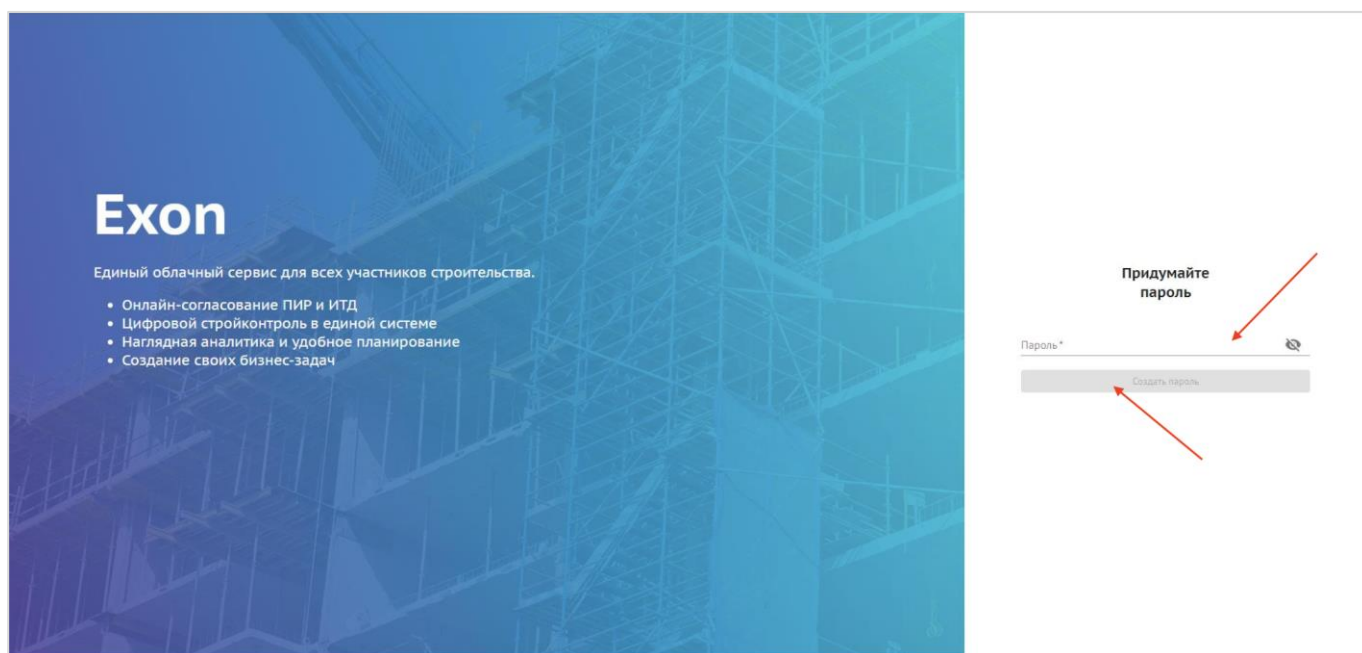

Рис. 4 – Создание пароля
5. На открывшейся странице необходимо придумать и ввести свой пароль, он должен состоять минимум из 10 латинских знаков, а затем нажать на кнопку «Создать пароль» для завершения процедуры регистрации (рис. 4);